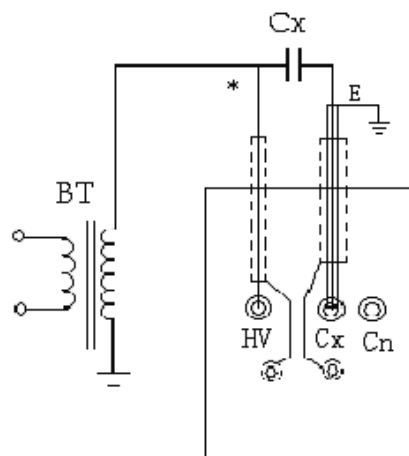
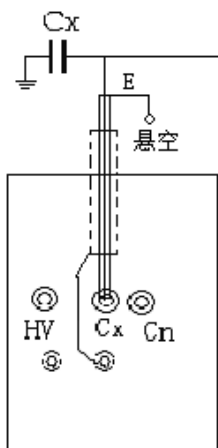

图6: 外接升压器方式
图7: 外接升压器方式
(1) 非接地试品接线如图 6 所示。注意与“Cx”连接的线缆内层带高压。
(2) 接地试品接线如图 7 所示。与“Cx”连接的线缆内层带高压。
(3) 用“自激法”测 CVT 设备，选用“外接升压器”方式，由于 Hv 电缆芯线与外层屏蔽间存在 1000pF~2000pF 的电容量，会引起测试误差，所以测试时应将 Hv 电缆外屏蔽的专用接地头（不插入专用接地端）与电缆一起悬空（即将电缆作为普通电缆而不作为高压电缆使用），以消除测试误差。
(1) 将仪器可靠接地。
(2) 按图 6 或图 7 接线，将电缆插头端的引出线连至专用接地端；
(3) 按下“电源”键接通电源，按“工作方式选择”键选择“外接升压器”方式，按“正/反接线”键确定接线方式。“内高压允许”键弹起；
(4) 用外接升压器装置施加需要的试验电压，仪器会显示出电压值；
(5) 按下“启/停”键开始测试，此后按屏幕提示进行操作，测试结束，屏幕直接显示测试结果。